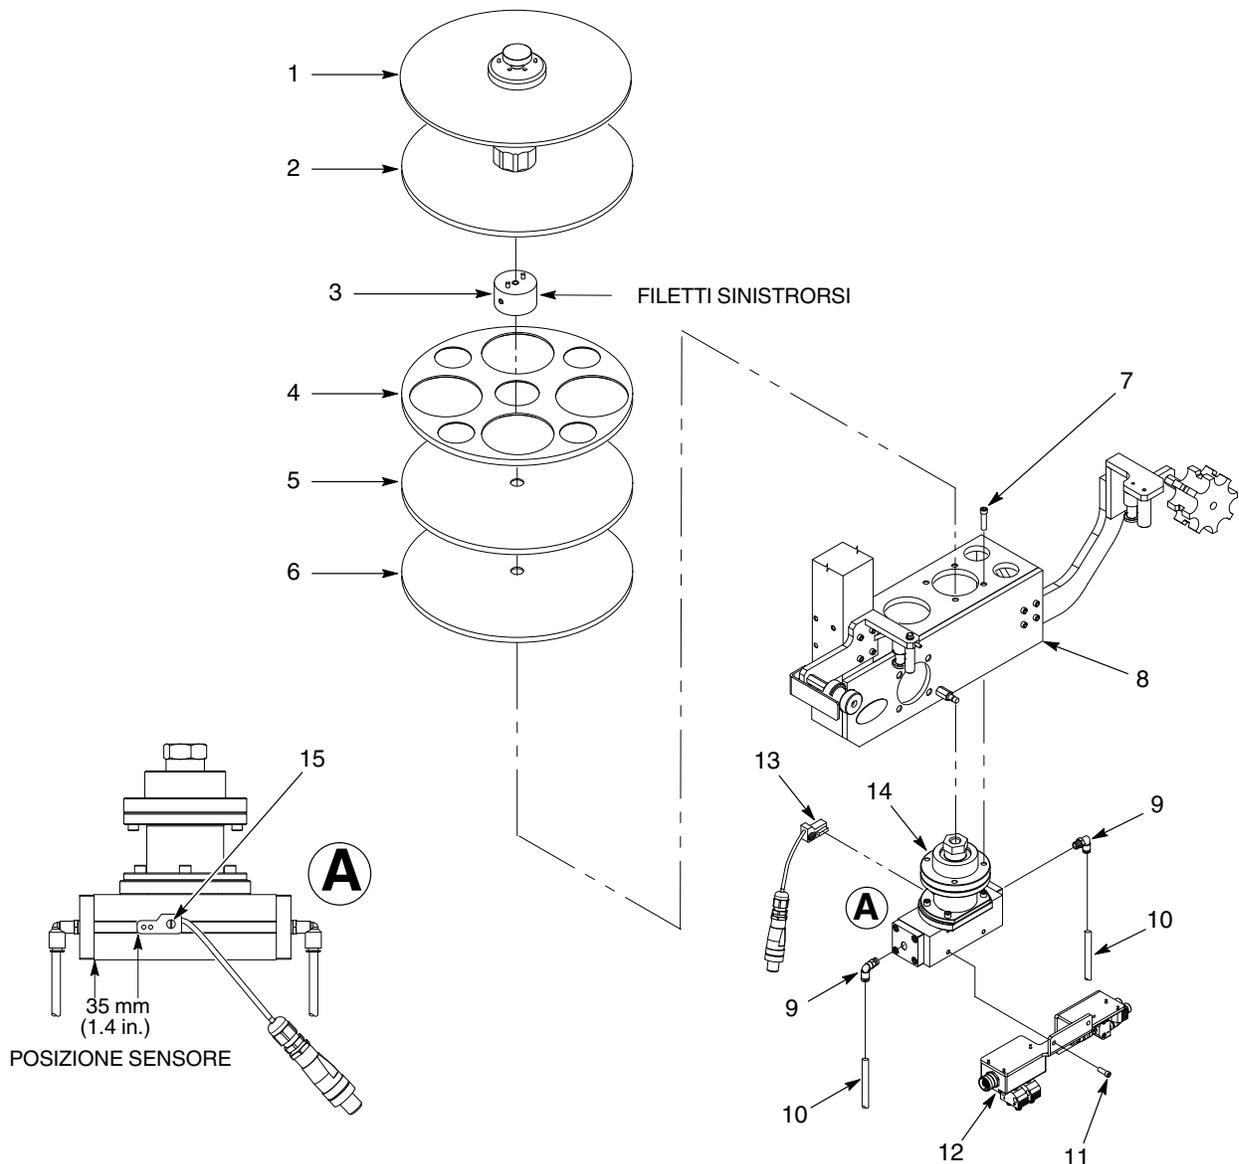

Figura 7 Sostituzione dell'attuatore rotante
3. Muovere il blocco feltro (4) in posizione sbloccata. Togliere il feltro (5) dai blocchi di sfregamento (3) e dai rulli (1). Tagliare il feltro usato, se desiderato.
- Trasduttore di pressione (6)
- Sensore slitta (7)
- Sensore velocità pompa 1 (8)
- Sensore feltro vuoto (9)
- Sensore velocità pompa 2 (10)
- Scatola di giunzione (11)
5. Vedi figura 7. Rimuovere il disco di raccolta (1) dall'attuatore rotante (14).
7. Usare una chiave multiuso da 1 1/8 in. o un utensile simile per tenere l'albero sull'attuatore rotante di raccolta (14). Il mozzo di alimentazione del feltro (3) presenta dei filetti sinistrorsi. Con una chiave a staffa allentare e rimuovere il mozzo di alimentazione del feltro.
8. Rimuovere il disco di frizione della gomma (5) e la bobina restante (6) dall'albero dell'attuatore rotante di raccolta (14).
9. Prendere nota della posizione del sensore feltro vuoto (13). Allentare la vite (15) di 1/4 di giro. Rimuovere il sensore feltro vuoto dall'attuatore rotante di raccolta (14).
10. Contrassegnare e scollegare i condotti dell'aria (10) dai raccordi (9) sull'attuatore rotante di raccolta (14).
11. Togliere le viti (11) che fissano il modulo della scatola di giunzione (12) dall'attuatore rotante di raccolta (14).
12. Togliere le viti (7) che fissano l'attuatore rotante di raccolta (14) al telaio (8). Rimuovere i raccordi (9) dall'attuatore rotante di raccolta.
1. Vedi figura 7. Montare i raccordi (9) sull'attuatore rotante di raccolta (14).
2. Posizionare il sensore feltro vuoto (13) sull'attuatore rotante di raccolta (14) come illustrato. Girare la vite (15) di  $\frac{1}{4}$  di giro per serrare. Assicurarsi che i cavi non interferiscano con l'azione dell'attuatore di raccolta.
3. Applicare Loctite 242 sui filetti delle viti (7). Montare l'attuatore rotante di raccolta al telaio (8) usando le viti. Serrare le viti a  $92 \pm 9$  in.-lb ( $10.4 \pm 1$  N•m).
4. Montare il modulo della scatola di giunzione (12) sull'attuatore rotante di raccolta (14) usando le viti (11). Stringere saldamente le viti.
5. Montare la bobina (6) e il disco di frizione in gomma (5).
6. Montare il mozzo di alimentazione del feltro (3). Il mozzo di alimentazione del feltro presenta dei filetti sinistrorsi. Usare una chiave multiuso da  $1\frac{1}{8}$  in. e una chiave a staffa per serrare il mozzo di alimentazione del feltro.
7. Montare le bobine restanti (2, 4) sull'albero dell'attuatore rotante di raccolta (14).
8. Collegare i condotti dell'aria (10) ai raccordi (9). Rimuovere le targhette.